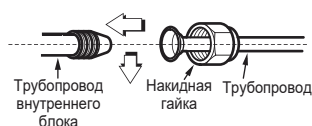

Рис. 5-3
- Надежно затяните накидную гайку (см. Рис. 5-3)